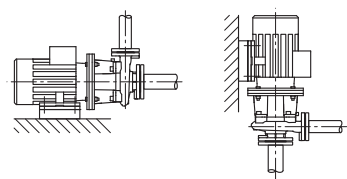

Fig. 41: Izvedba BL
- Blok črpalke serije BL je treba postaviti na dovolj močne temelje oz. konzole (Fig. 41). Pri črpalkah tipa BL mora biti motor podprt od zmogljivosti motorja 18,5 kW naprej, glejte primere vgradnje BL (Fig. 42).